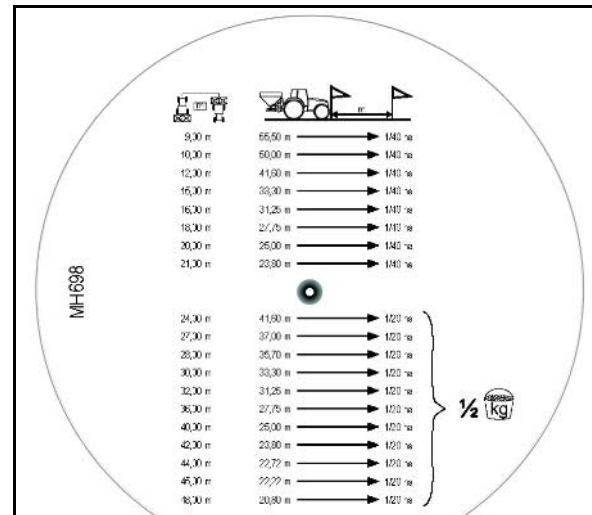

Рис. 57
2. Распределение по границе/канаве в соответствии с предписанием о внесении удобрений (Рис. 57):